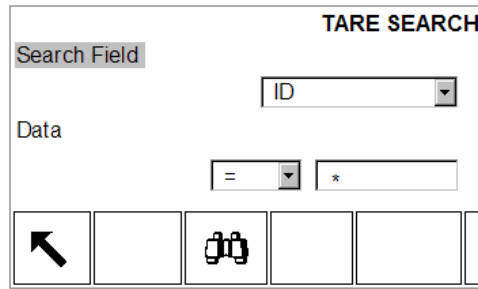

图 C-3: 皮重表格查找屏幕
1. 按皮重表软键  显示查找屏幕。如图 C-3。
- 按查表软键 ，进入查找屏幕(图 C-3)。